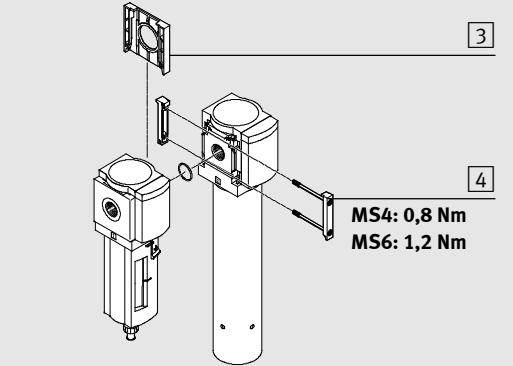

Fig. 2 / 图 2
- Place the module connector MS...-MV **[4]** in the grooves of the MS...-LDM1-... and the adjacent service unit. There must be a seal between the service units (see Fig. 2).
- 将模块连接器 MS...-MV [4] 放到 MS...-LDM1-... 和邻近气源处理单元的槽口。其中必须在各个气源处理单元之间装入密封件（见图 2）。